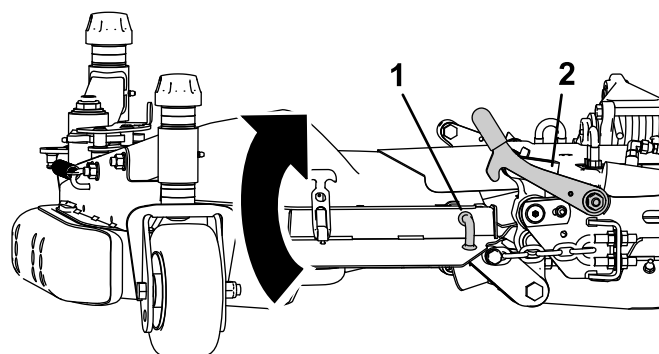

Figure 8
1. Levez le plateau latéral et accrochez la goupille de verrouillage à la poignée de verrouillage (Figure 8).